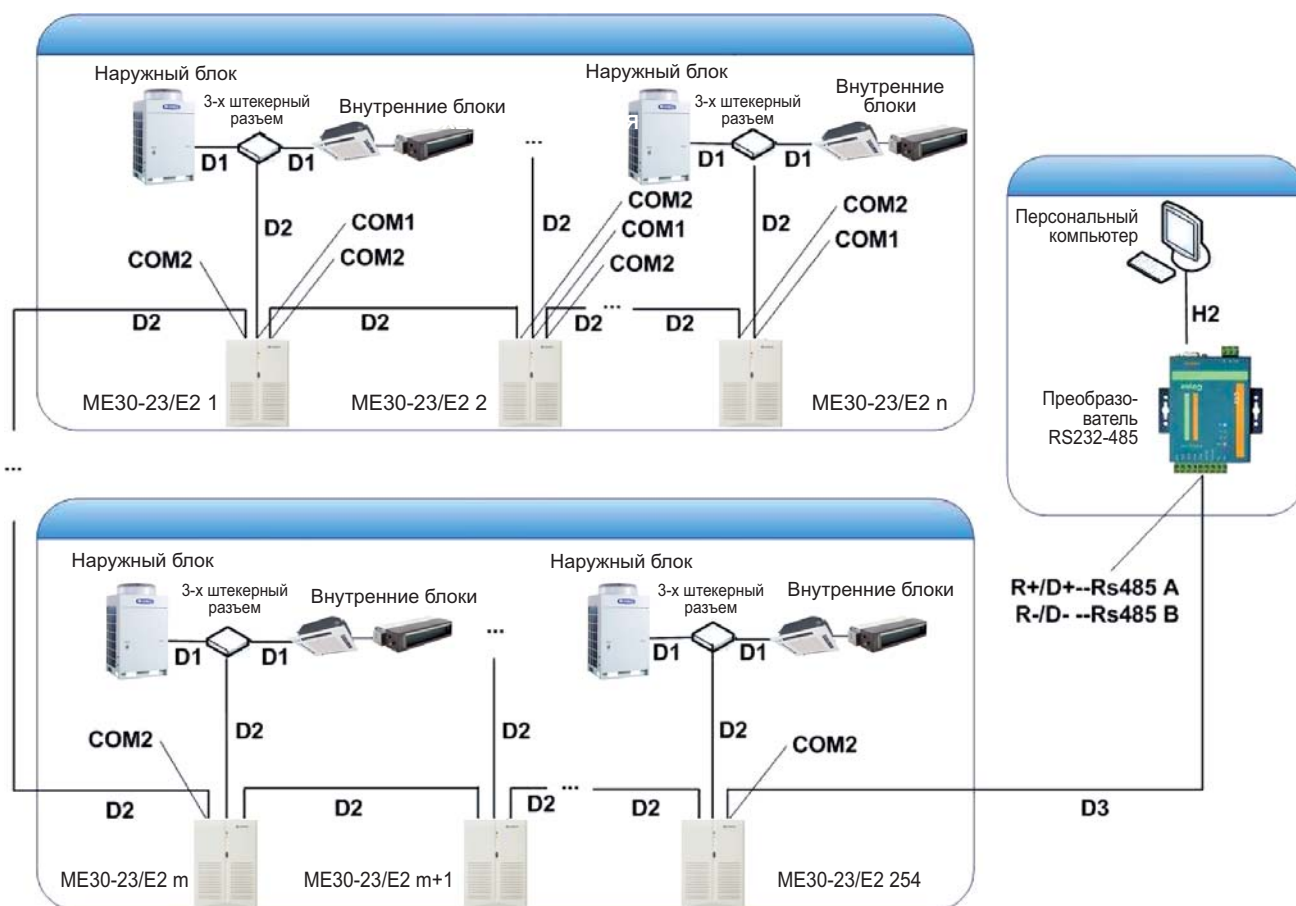

Рис. 7.14
7.5.5 К одному персональному компьютеру возможно подключение до 254-х блоков коммутации ME30-23/E2 (рис. 7.14).